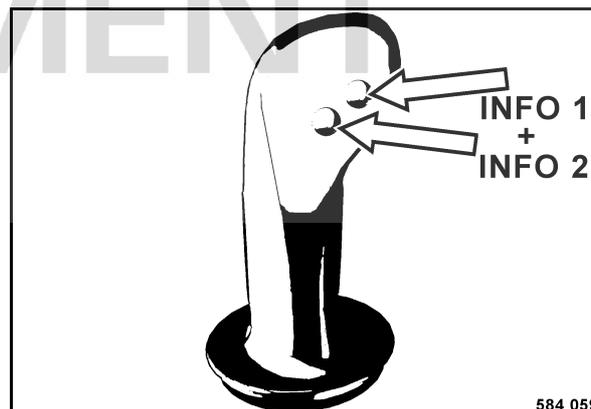

fig. 89
- Pour quitter le mode d'enregistrement, appuyer sur les deux touches Info (fig. 89) pendant plus de 3 secondes ou actionner la touche F3 jusqu'à ce que l'état normal soit à nouveau rétabli.